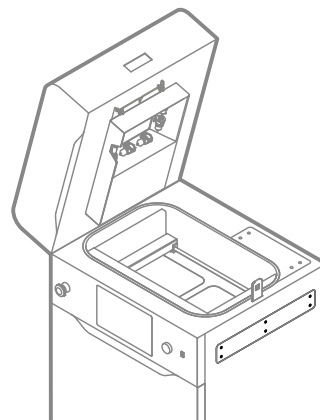

Abb. 12.78 Ziehe die sechs Schrauben der Zugangplatte wieder fest.
17. Ziehe die sechs Schrauben, mit denen die Zugangplatte auf der rechten Seite des Druckers befestigt ist, mit einem 2,5-mm-Inbusschlüssel wieder an (Abb. 12.78).